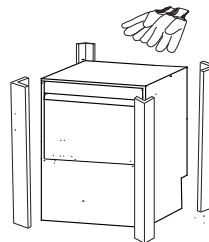

Fig.1
- 1- Usare sempre guanti di protezione per rimuovere l'apparecchio dal suo imballo. (Fig.1)